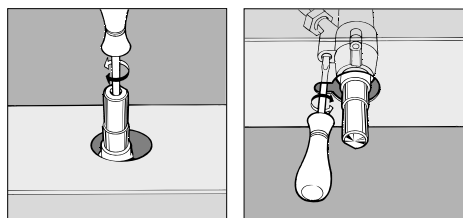

Fig. 7
2. Quite el mando (fig. 7) y accione el tornillo de regulación situado en el interior o al costado de la varilla de la llave hasta conseguir una pequeña llama regular.